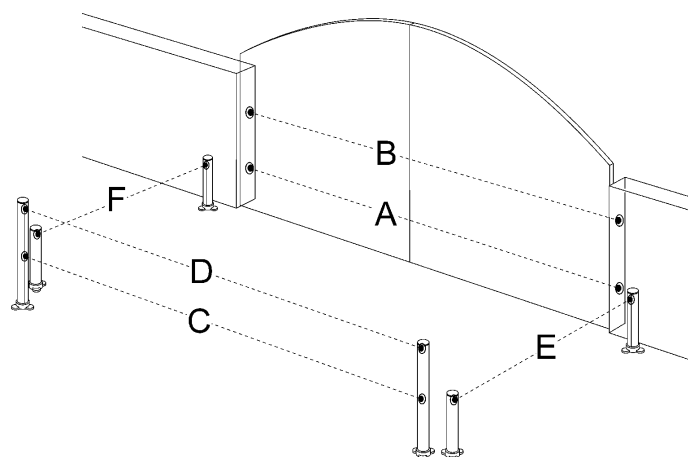
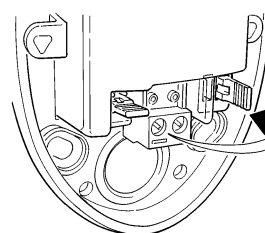

Figure 58
Figure 59
À tout moment, il est possible d'installer d'autres photocellules en plus de celles qui sont fournies de série avec WW2. Dans un automatisme pour portails à 2 battants, il est possible de les placer suivant les indications de la figure 58.
- 2 Identifier la position dans laquelle elles sont installées suivant la figure 58 et effectuer la connexion volante suivant le Tableau 11. Les connexions volantes non utilisées doivent être placées dans le compartiment prévu à cet effet pour pouvoir être réutilisées dans le futur (Figure 59).